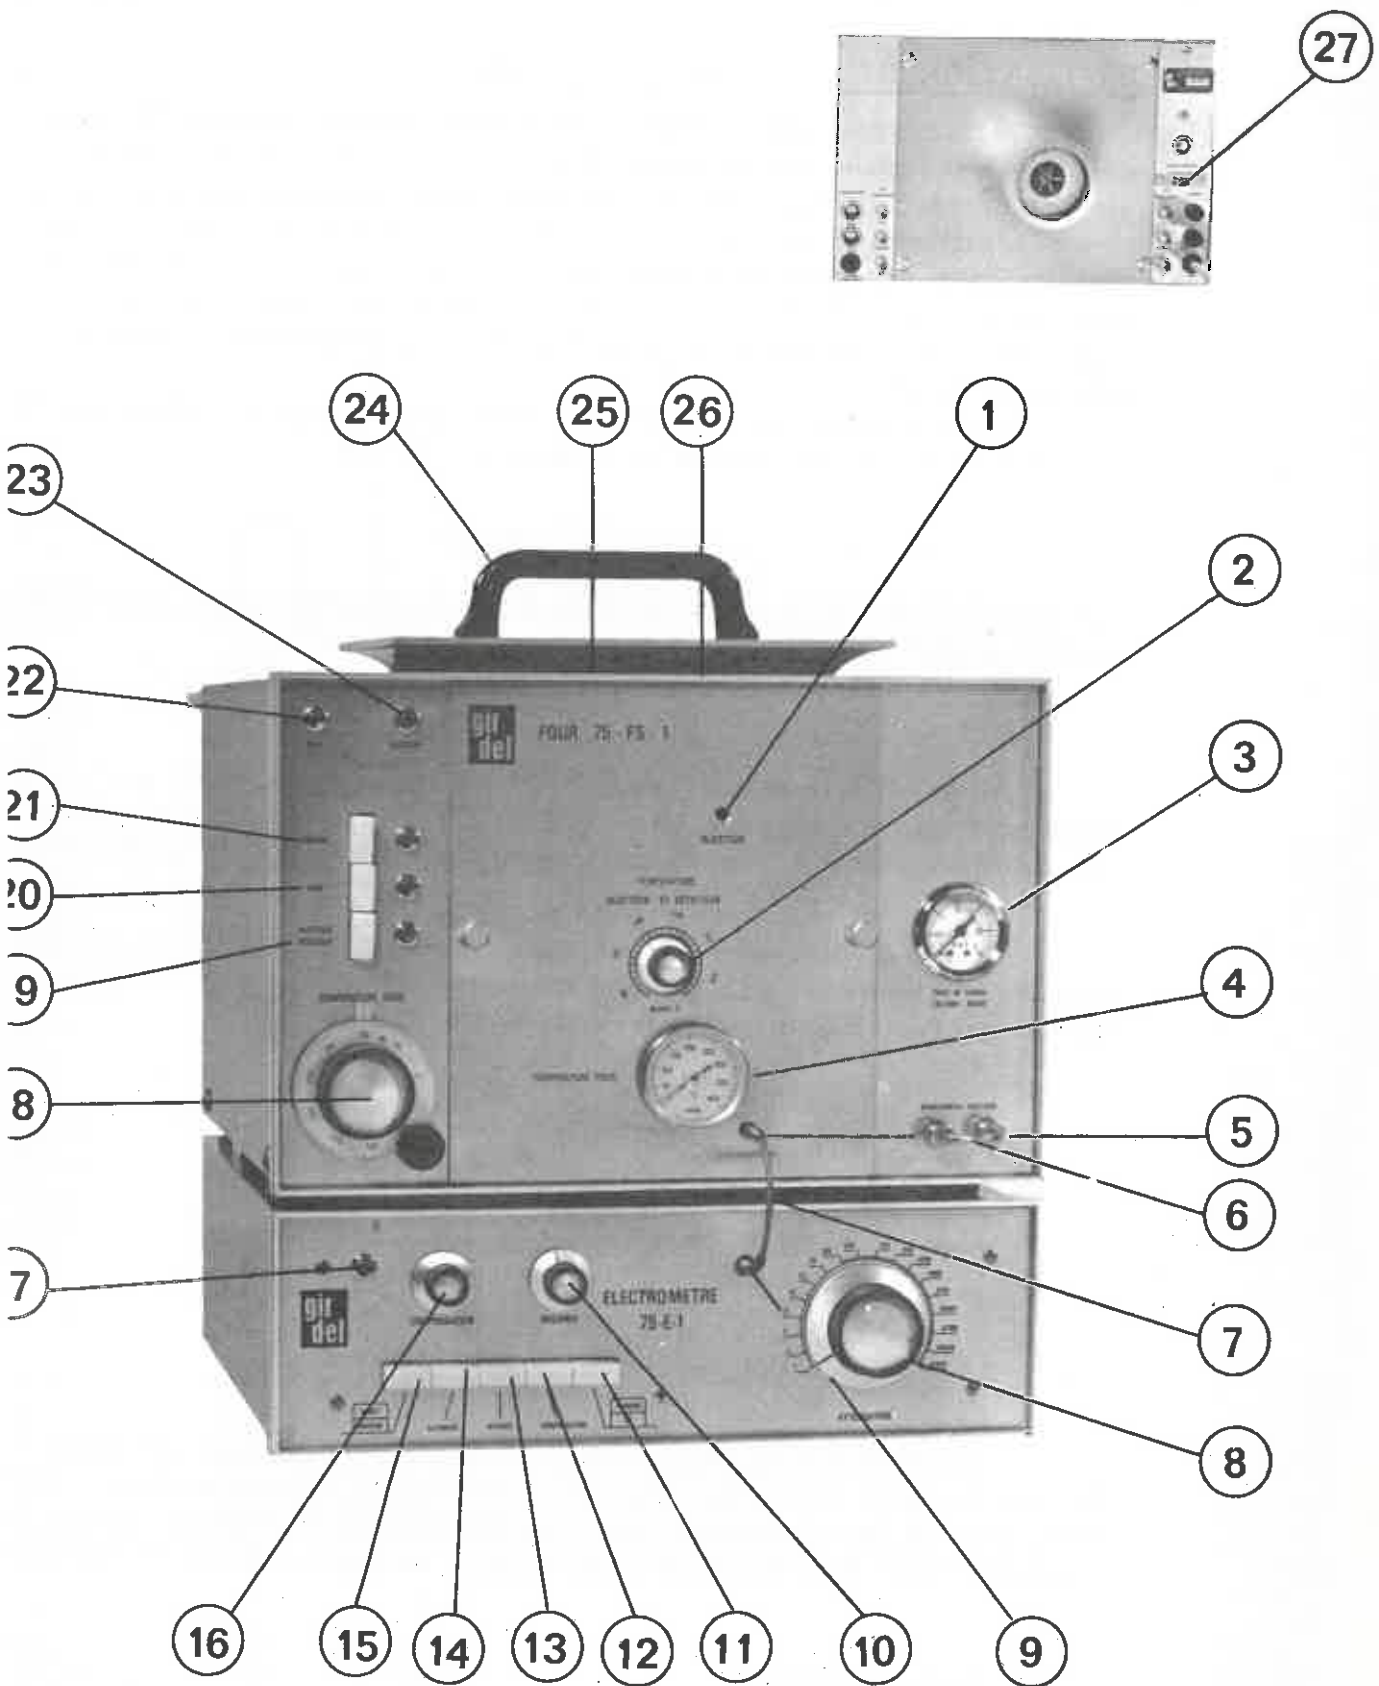

Fig. 2 - Chromatographe GIRDEL 75-C5
- Mise en route de la turbine à l'aide du poussoir (21) fig.2. Le voyant correspondant s'allume.
- L'inverseur "programmation" placé sur la face arrière du four (27) fig.2, étant poussé vers l'intérieur, afficher la température du four avec le bouton de commande manuelle (18) fig. 2. (Dans notre cas, $T = 110^{\circ} \text{C}$). Bloquer le bouton de commande sur la position choisie.
- Mise en route du chauffage du four à l'aide du poussoir (20) fig.2. Le voyant correspondant s'allume. La courbe faisant l'objet de la planche 3, montre un exemple de montée en température du four.
- Afficher la température du bloc "injecteur-détecteur" à l'aide du bouton (2) fig.2. Dans notre cas, $T = 150^{\circ} \text{C}$. (La lecture du bouton est peu précise et demande une calibration individuelle préalable.) Contrôle de la température du bloc par le thermomètre à cadran, placé dans le trou prévu à cet effet (15), (éventuellement régler la butée du thermostat).
- Mise en route du chauffage du bloc "injecteur-détecteur" à l'aide du poussoir (19) fig.2. Le voyant correspondant s'allume, le temps de chauffage du bloc est relativement long.
- Procéder à la mise sous tension de l'électromètre en appuyant sur la touche (15) fig. 2. Le voyant (17) fig. 2 s'allume.
- Débrancher de l'embase (9) fig. 2 le câble "électromètre" et appuyer sur la touche attente (13) fig. 2. La plume de l'enregistreur doit se trouver sur le zéro. Dans le cas contraire, procéder au réglage du zéro sur l'enregistreur (Bouton "origine" sur l'enregistreur GIRDEL 75-RS-1).
- Tourner le bouton 10 tours, marqué "compensation" (16) fig. 2 en sens inverse des aiguilles d'une montre jusqu'en butée.
- Amener le commutateur "atténuation" (8) fig. 2 sur la position "1".
- Relâcher la touche "attente" (13) fig. 2.
- Ramener la plume de l'enregistreur sur le zéro en agissant sur le bouton "balance" (10) fig. 2. Le réglage ainsi effectué, le bouton balance ne doit plus être touché lors des opérations suivantes.
On ne doit pas observer de décalage de la plume de l'enregistreur lorsque l'on tourne le bouton "atténuation" (8) fig. 2 vers une atténuation plus élevée. Dans le cas contraire, refaire le réglage de la balance de l'électromètre. Il est possible que le "bon" réglage, c'est-à-dire celui qui correspond à une manœuvre de l'atténuateur sans variation correspondante de la ligne de base, ne corresponde pas au zéro du papier. Cela n'a guère d'importance mais si on le juge utile, on peut corriger le zéro de l'enregistreur.
- Lorsqu'on appuie sur la touche correspondante de l'électromètre (11) fig. 2 l'allumage de la flamme s'effectue normalement et se caractérise par un léger "plouf" ainsi que par un décalage positif de la plume de l'enregistreur (après rebranchement du câble, voir plus loin). Ce décalage est d'autant plus important que la sensibilité est grande. Ne pas confondre avec une déviation temporaire causée par l'allumage lui-même. Autre contrôle : la condensation de la vapeur d'eau (rosée) sur une clé chromée froide, tendue au-dessus du détecteur.
- Rebrancher sur l'embase (9) fig. 2 le cable "électromètre". Compenser (remise à zéro de la plume) avec le bouton "compensation" (voir aussi la remarque en fin du par. 1-3).
Si ce réglage ne peut être obtenu, la colonne provoquant trop de courant d'ionisation, placer le bouton atténuation (8) fig. 2 sur la sensibilité "128", appuyer sur la touche compensation (12) Fig. 2 et ramener la plume de l'enregistreur à zéro avec le bouton "compensation" (16) fig. 2. (Valable pour des atténuations de 128 et plus).
Injecter la quantité prévue d'échantillon (0,1 μ l, par exemple) en enfonçant l'aiguille de la seringue à fond dans l'injecteur (1) fig. 2. La technique d'injection et l'utilisation reproductible des microseringues est un sujet à part, qui demande une certaine expérience.
Le thermostat, illustré dans le manuel par, la figure 2 entre autres, sert dorénavant uniquement pour limiter la température à une valeur convenable. Pendant la période de montée en température du bloc après la mise sous tension, il assure la tranquillité d'esprit de l'opérateur au cas où il devrait s'absenter un moment.